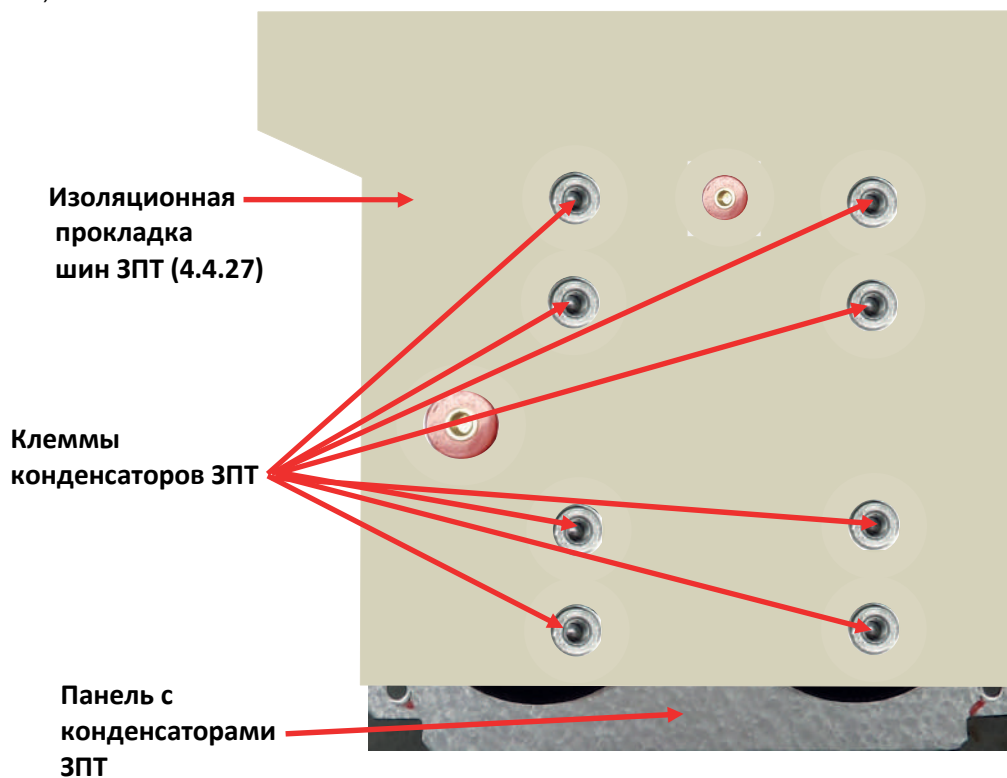

Рис.7.9
7.3.4. При необходимости произвести подгонку положения электрических клемм каждого конденсатора по совпадению с отверстиями на изоляционной прокладке 4.4.27 (рис.7.9).